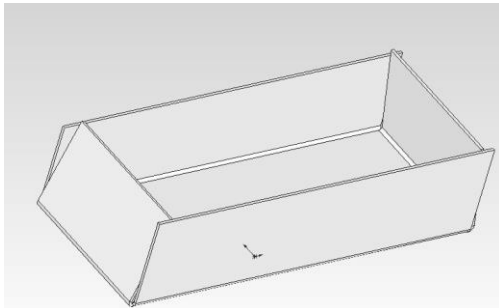

Рисунок 9.4 – Результати побудов
- використовуючи викладені вище команди, добудувати модель. (Рис. 9.4);